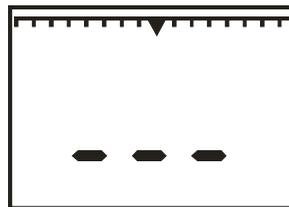

Рисунок 9.1
9.5 Включение газоанализатора осуществляется нажатием кнопки "ВКЛ". После включения газоанализатора должен быть слышен звук работающего микронасоса. При этом на цифровом индикаторе газоанализатора отображается надпись " - - - " и «линейка» со знаком «▲», включается постоянный звуковой сигнал (рисунок 9.1).